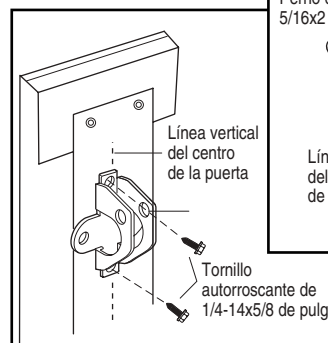

Figura 3
- Haga los agujeros de 3/16 de pulg. para fijar la ménsula. Fije la ménsula de la puerta con tornillos autorroscantes (Figura 3).